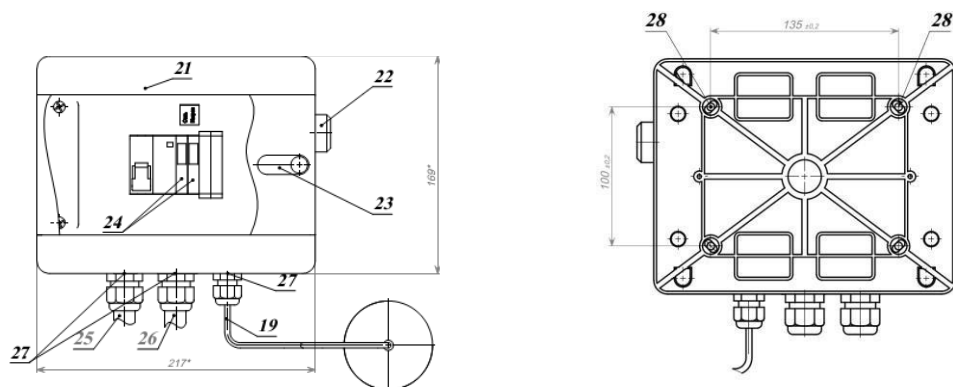
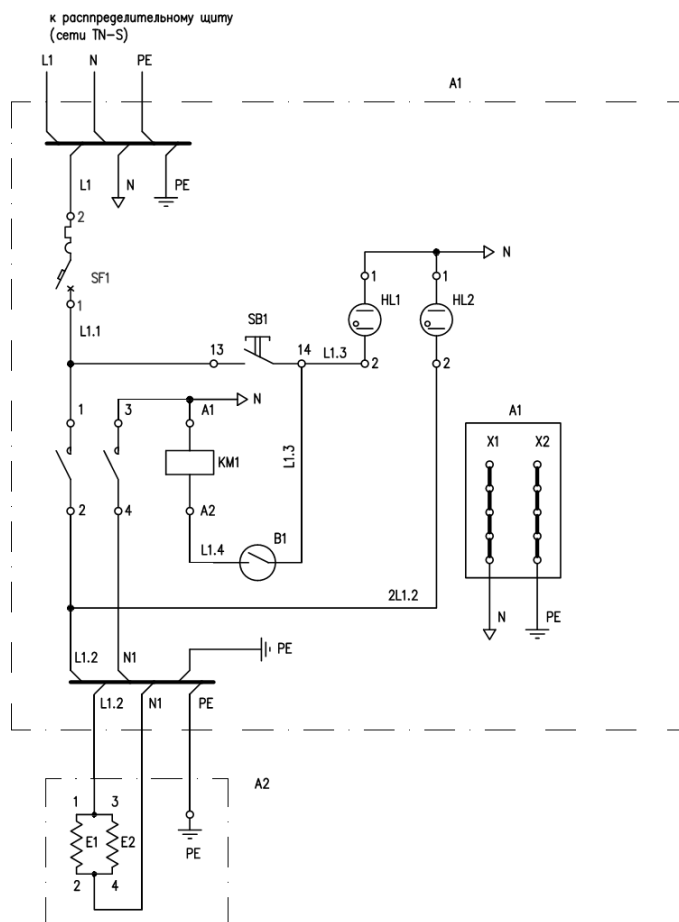

Рисунок 1. Аквадистилляторы электрические ДЭ–М
Рисунок 2.3. Схема электрическая принципиальная, аквадистиллятор ДЭ–4М.
Основными частями изделия являются: испаритель 9 с сепараторами 10, конденсатор 8, электронагреватели 11, уравниватель 17, датчик 7 с выключателем бесконтактным 6, основание 15 и электрощит 21 (рис.1). В испарителе вода нагревается электронагревателями до кипения. Образующийся пар поступает через сепараторы в конденсатор, конденсируясь, вытекает в виде дистиллята через ниппель 1. Водопроводная вода непрерывно подается через штуцер 12 в конденсатор и по трубке 5 через уравниватель поступает в испаритель. Испаритель заполняется водой до установленного уровня. По мере выкипания вода будет поступать в испаритель частично, основная же ее часть через отвод 14 будет сливаться в канализацию.
- включение аппарата без установленного датчика 7 (см. рис.1)
6.12.1. ДЭ-25М: подключите электроцит 21 к сети 380В переменного тока, через автоматический выключатель, с помощью сетевого кабеля 25 (фазные проводники L1 L2 L3) (см. рис.1),
6.12.2. ДЭ-10М: подключите электрощит 21 к сети 380В переменного тока, через автоматический выключатель, с помощью сетевого кабеля 25 (фазные проводники L1 L3) (см. рис.1), желто-зеленая жила подключается к заземляющему проводнику (РЕ), а голубая нулевая жила подключается к нулевому рабочему проводнику (N).
6.12.3. ДЭ-4М: подключите электрощит 21 к сети 220 В переменного тока через автоматический выключатель с помощью сетевого кабеля 25 (см. рис.1) Жила А - подключается к нулевому проводу, жила В - подключается к фазному проводу (определяется прозвонкой или по цвету жил), желто-зеленая жила подключается к земле (см. рис.2.3)
6.13.2. ДЭ-10М: подсоедините фазные жилы подводящего провода 26 от электрощита к зажимам 2,4, нулевую жилу (голубого цвета) к зажиму перемычки 1-3, а земляную жилу (желто/зеленого цвета) к зажиму «земля» (рис.1; 2.2 и таблицы 3.2.).
6.14. Снимите с датчика 7, подключенного к электрощиту, крышку и проверьте ход поплавка на выключателе бесконтактном 6. Установите крышку на датчик 7. Установите датчик 7 на аквадистиллятор. (см. рис.1)